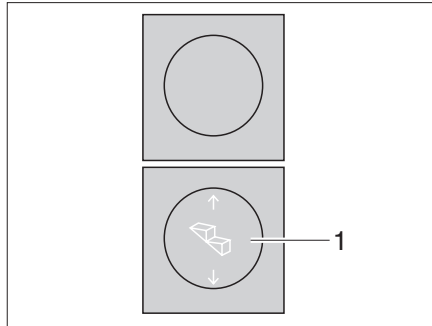

Fig. 1 Interruttore di comando scalino di ingresso
- ▶ Premere in basso l'interruttore a bilico (Fig. 1,1) fino a che lo scalino di ingresso è stato completamente estratto.
- ▶ Premere in alto l'interruttore a bilico (Fig. 1,1) fino a che lo scalino di ingresso è completamente inserito.